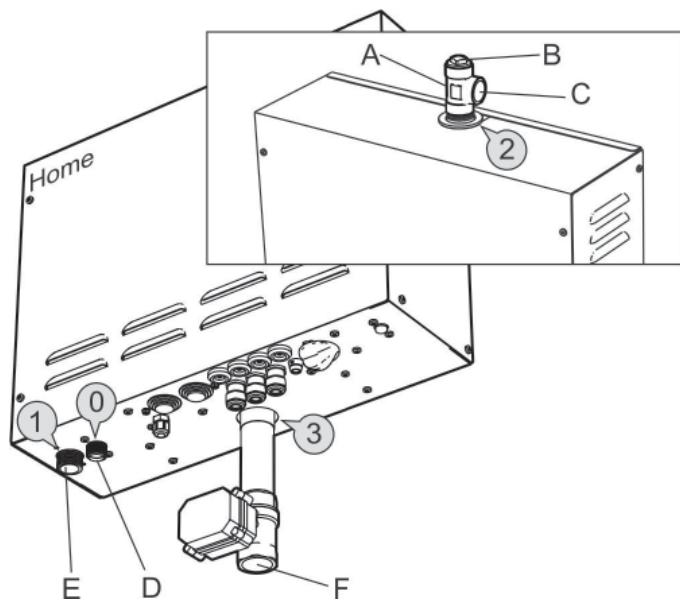

Рис. 6 Парогенератор типа Home
Подключите холодную воду к соединению 1 (Рис. 6,7) на парогенераторе. Давление поступающей воды должно находиться в диапазоне от 0,2 до 10 бар (от 20 кПа до 1000 кПа).
Установите соединитель контргайкой кверху на выходной паровой канал 2 (Рис. 6,7) на парогенераторе. Подсоедините медную трубу, внутренний диаметр которой составляет по меньшей мере 18 мм, к выходному паровому каналу (C) соединителя. Паропровод может иметь нисходящий уклон по направлению к паровой либо по направлению к парогенератору. Также возможен вариант установки паропровода с нисходящим уклоном как по направлению к паровой, так и по направлению к парогенератору.
Для отвода воды необходимо подсоединить медную трубу хорошего качества с внутренним диаметром по меньшей мере 25 мм к патрубку 3 (Рис. 6,7) парогенератора. Водоотводная труба парогенератора проводится к ближайшему водоотводу за пределами паровой. Температура отводимой воды составляет приблизительно 80-85°C.
Водоотводящая труба, подсоединененная к предохранительному клапану D (0) (Рис. 6 и 7), должна устанавливаться под непрерывно нисходящим уклоном в безморозной среде.